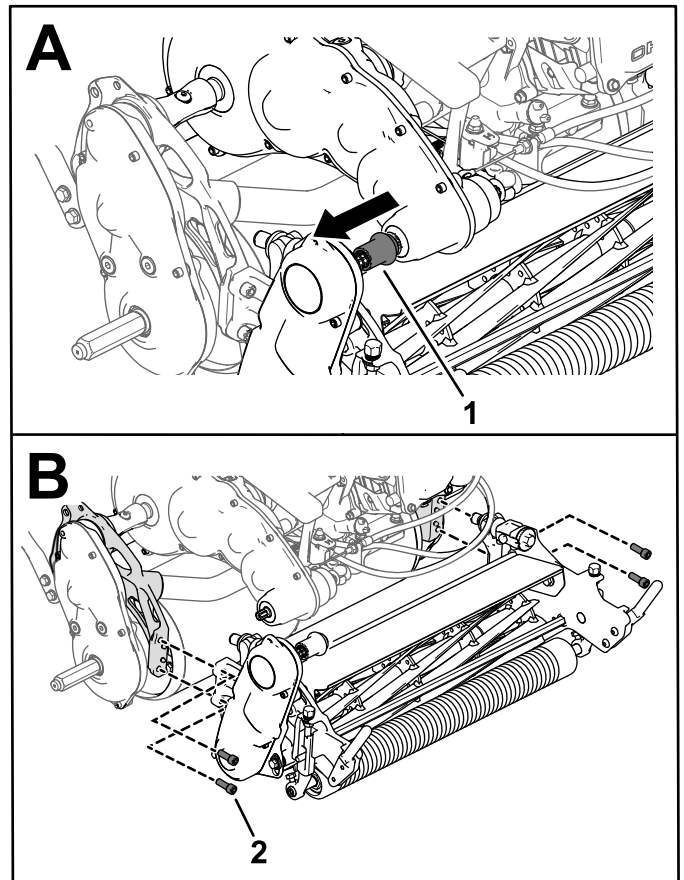

Bild 50
- Lösen Sie die Mähwerk-Antriebskupplung von der Getriebeantriebswelle (Bild 50).
- Entfernen Sie die Bundkopfschrauben, mit denen das Mähwerk am Rahmen befestigt ist (Bild 50).